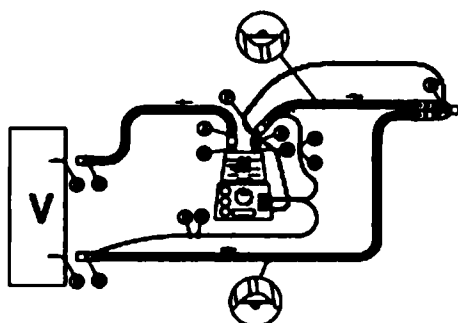

Рисунок 2
Поставляются контуры с одинарным проводом нагрева (для контура вдоха) и контуры с двойным проводом нагрева (для контуров вдоха и выдоха) (рис. 2 и 3).
8. С помощью специального адаптера (переходника) соедините электрический коннектор провода нагрева (G) вдоха с соответствующим гнездом питающего кабеля увлажнителя (G1).
9. Если двойные дыхательные контуры используются с устройством Fisher & Paykel™* (рис. 2), красный электрический коннектор магистрали вдоха (G) соединяется с красным патрубком адаптера (G1), а синий электрический коннектор магистрали выдоха (H) – с синим патрубком адаптера (H1).